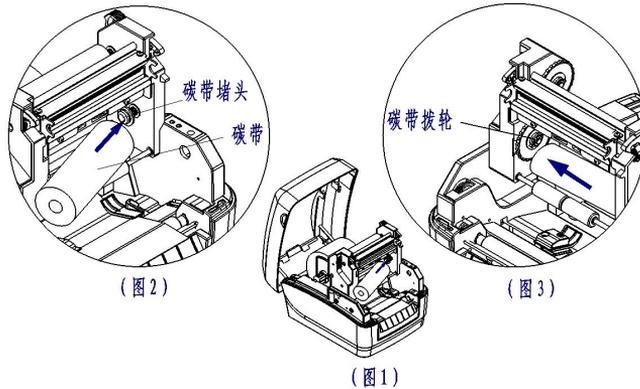

图 2.5.1
- 1) 如图 2.5.1 所示，首先将碳带支撑架旋转打开至图 1 所示位置，将碳带按图 2 所示方向插入碳带堵头内，按图 3 所示将碳带另一端插入碳带拨轮内，向外轻拉碳带，感觉到存在弹性回收力，说明发放轴碳带安装完毕（见图 2.5.1）；